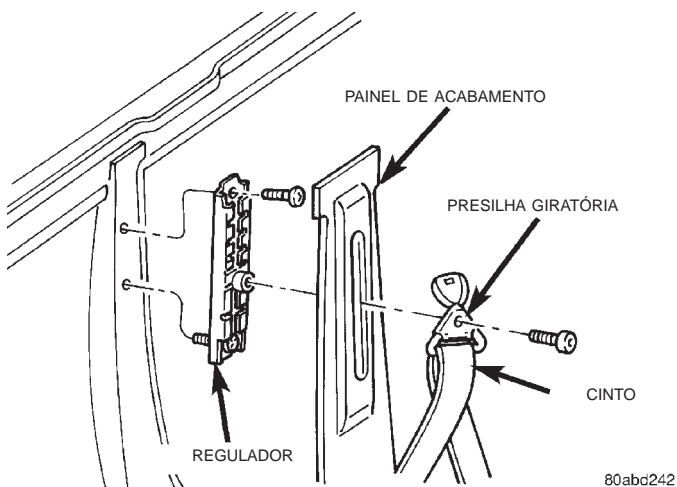

Fig. 80 Parafuso de Ancoragem
(5) Remova a capa da presilha giratória que esconde o parafuso de ancoragem superior do cinto diagonal.
(6) Para remover o parafuso de ancoragem superior, use uma broca Torx (Fig. 80). Remova a arruela de guia/de apoio.